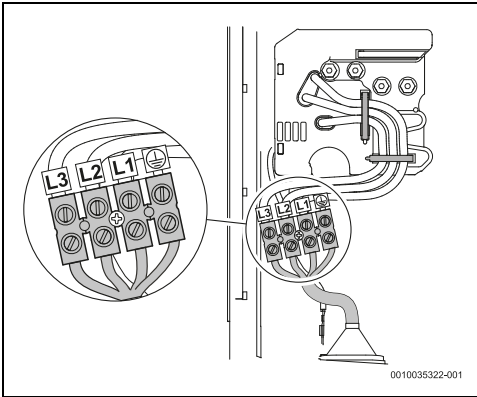

Fig. 37 Raccord inférieur
- Raccordement inférieur (fig. 37)